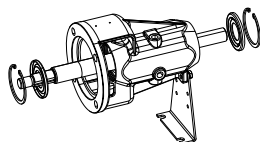

Рис. 23: Подшипниковая опора
- См. рис. 23: подшипниковая опора